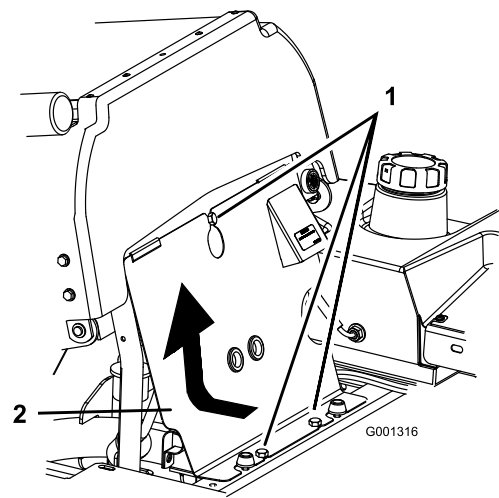

Figura 53
3. Incline el asiento hacia adelante, afloje los pernos y retire el panel delantero del motor (Figura 53).